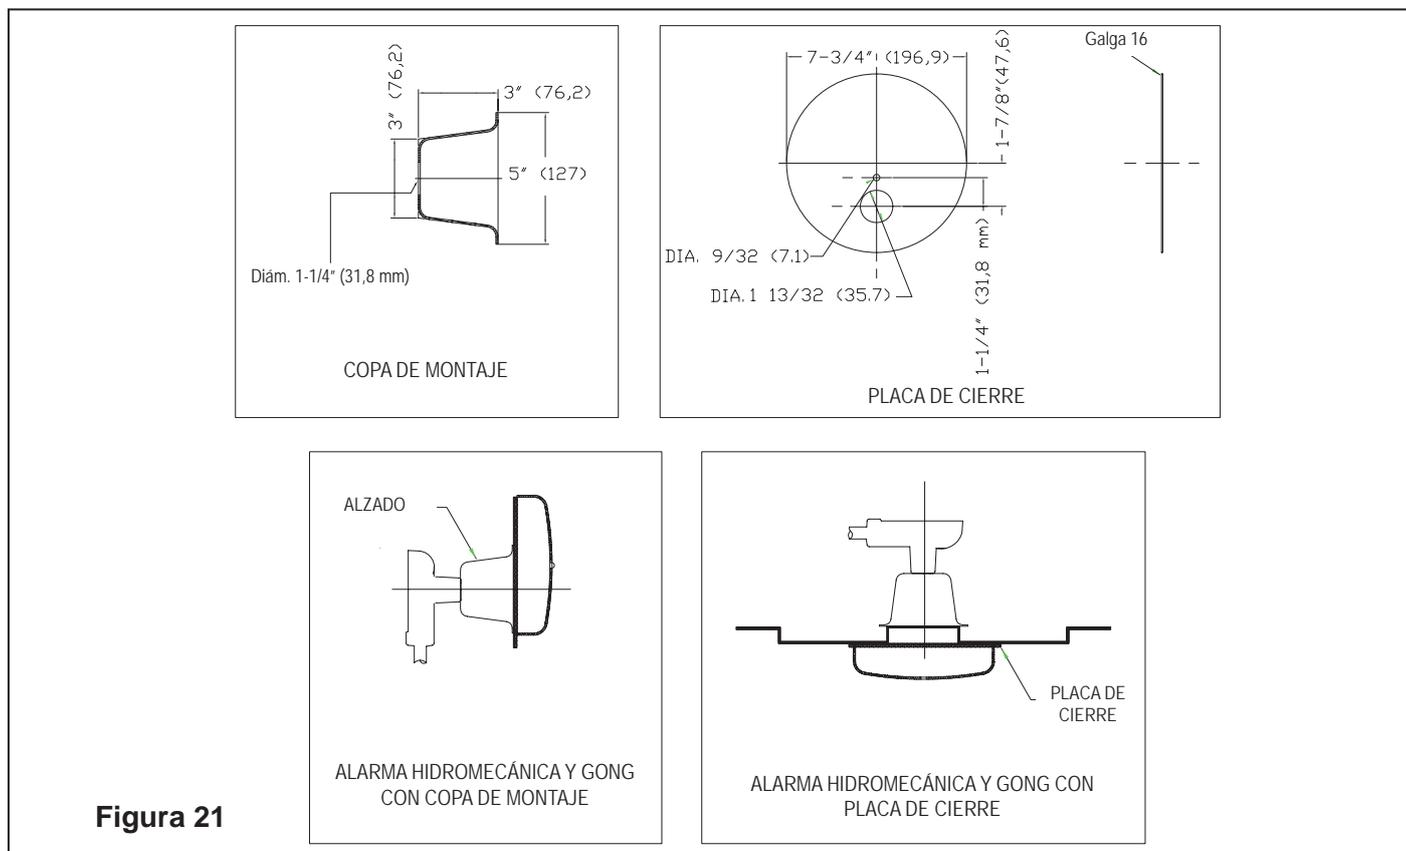

Figura 21
Accesorios: (Figura 21)
5. Probar la alarma hidromecánica (ver en la Figura 21 la línea de prueba de alarma).